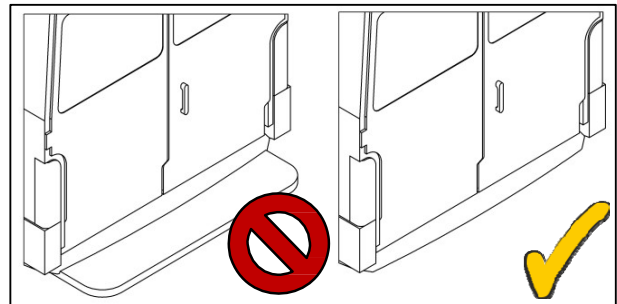

Fig. 8
- Si el vehículo tiene un parachoques con un escalón integrado, reemplácelo con un parachoques estándar (vea la Fig. 8).